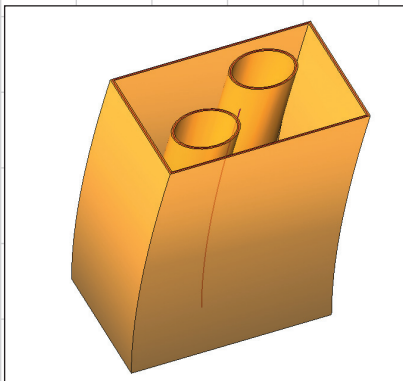
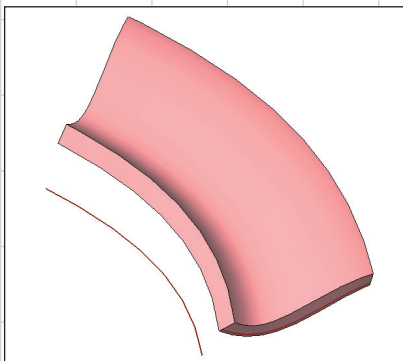

Рис. 1. Построение тела движением нескольких непересекающихся плоских контуров
Рис. 3. Построение тела движением трехмерных кривых
- операция «Кинематика» теперь позволяет строить тело движением нескольких непересекающихся контуров на плоской/криволинейной поверхности (рис. 1 и 2), а также движением трехмерных кривых (рис. 3).